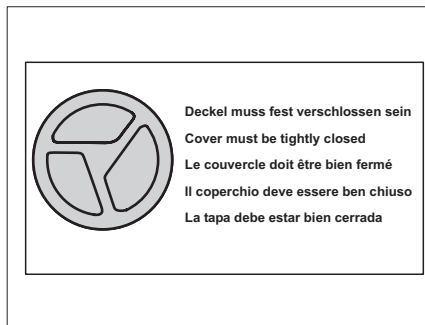

Fig. 96 Rótulo de aviso tapa de cierre
- ▶ Antes de conducir, comprobar si ambas tapas de cierre están cerradas. Observar el rótulo de aviso (Fig. 96).